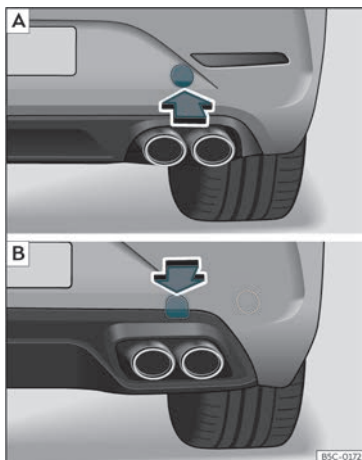

Fig. 49 No lado direito do para-choques traseiro: retirar a tampa. [A] Leon Sportstourer; [B] Leon.
O alojamento para a argola de reboque enroscável encontra-se na parte direita do para-choques traseiro, atrás de uma tampa >>> **Fig. 49**.
- *Leon Sportstourer*: Pressione sobre a zona inferior da tampa >>> **Fig. 49 [A]** para desencaixá-la. *Leon*: Pressione a zona superior da tampa >>> **Fig. 49 [B]** para desencaixá-la.